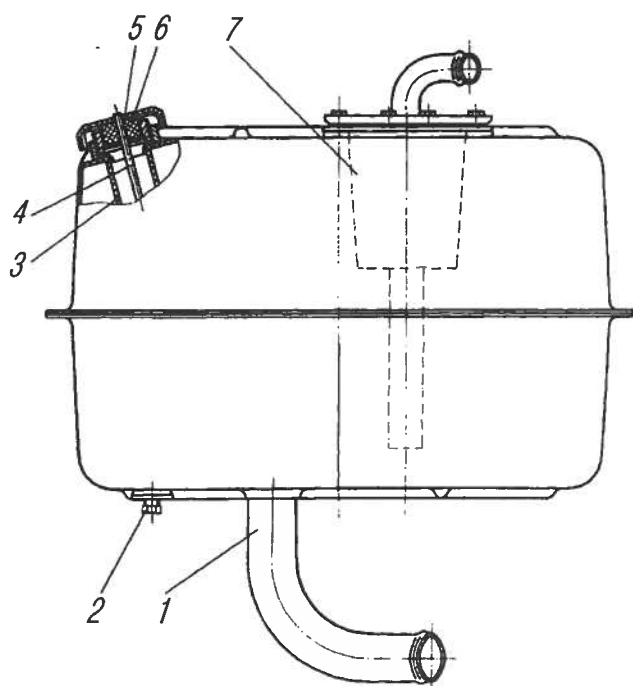

Рис. 115. Бак масляный:
**Масляный бак** (рис. 115) — штампованный. В верхней части его имеется заливная горловина и фланец крепления фильтра. В нижней — отверстие для слива масла, закрытое резьбовой пробкой 2, всасывающий патрубок 1. В заливной горловине установлен фильтр 3. Горловина закрывается резьбовой крышкой 5 с подштампованными отверстиями соединяющими полость бака с